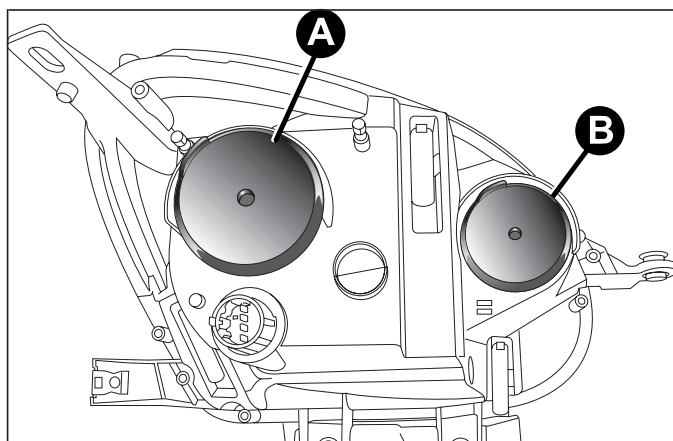

fig. 125
Contengono le lampade delle luci anabbaglianti, abbaglianti e direzione. La disposizione delle lampade è la seguente fig. 125:
- togliere il coperchio A fig. 125 ;
- rimontare infine il coperchio A fig. 125 .
- togliere il coperchio B fig. 125;